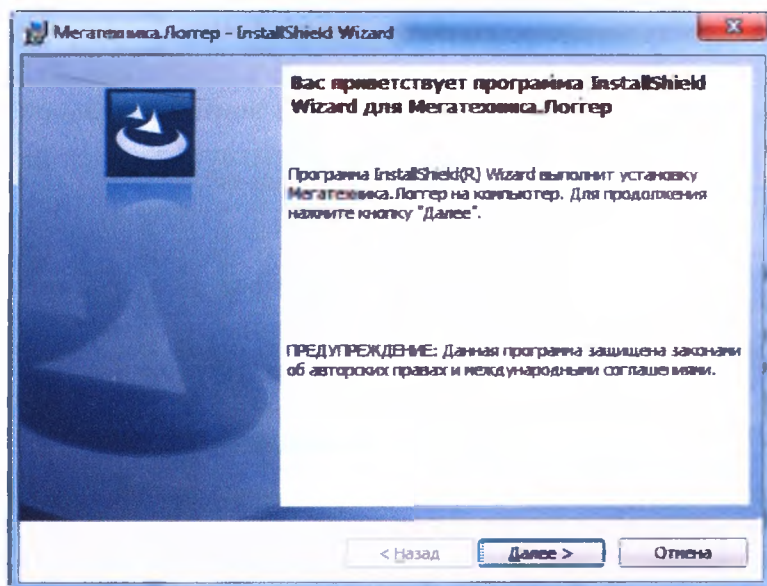

Рисунок 2. Окно установки программного обеспечения
2.2.2 Для установки приложения необходимо запустить установочный файл “setup.exe”. Далее следовать инструкциям Мегатехника.Логгер InstallShield Wizard (см. Рисунок 2).